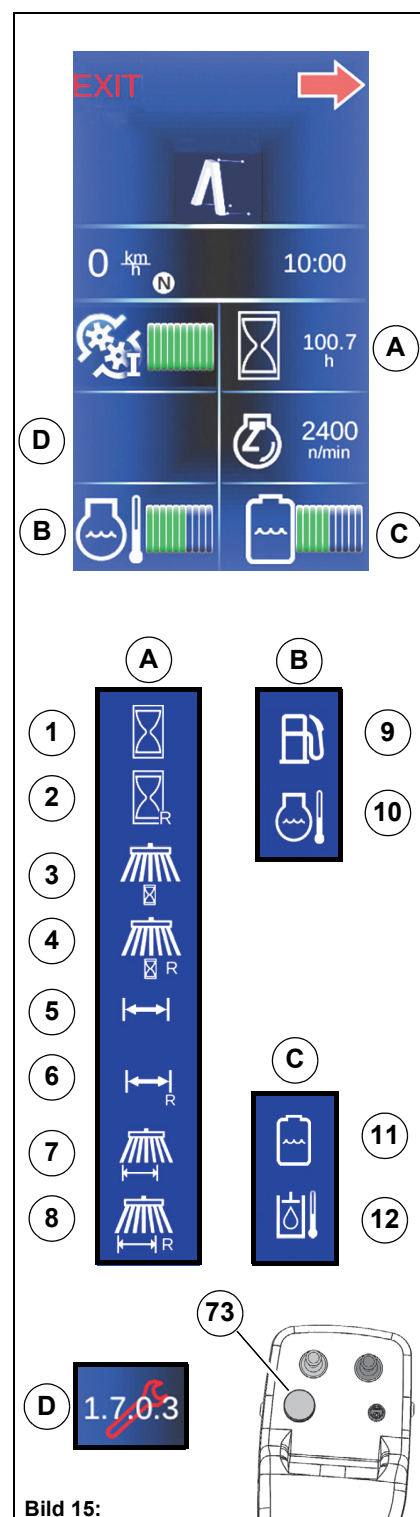

Bild 15:
På operatörsmenyn **Bild 15** kan visningarna i standardvyn sammanställas för de aktuella kraven. Det går dessutom att välja olika funktioner i fälten (A), (B) och (C).